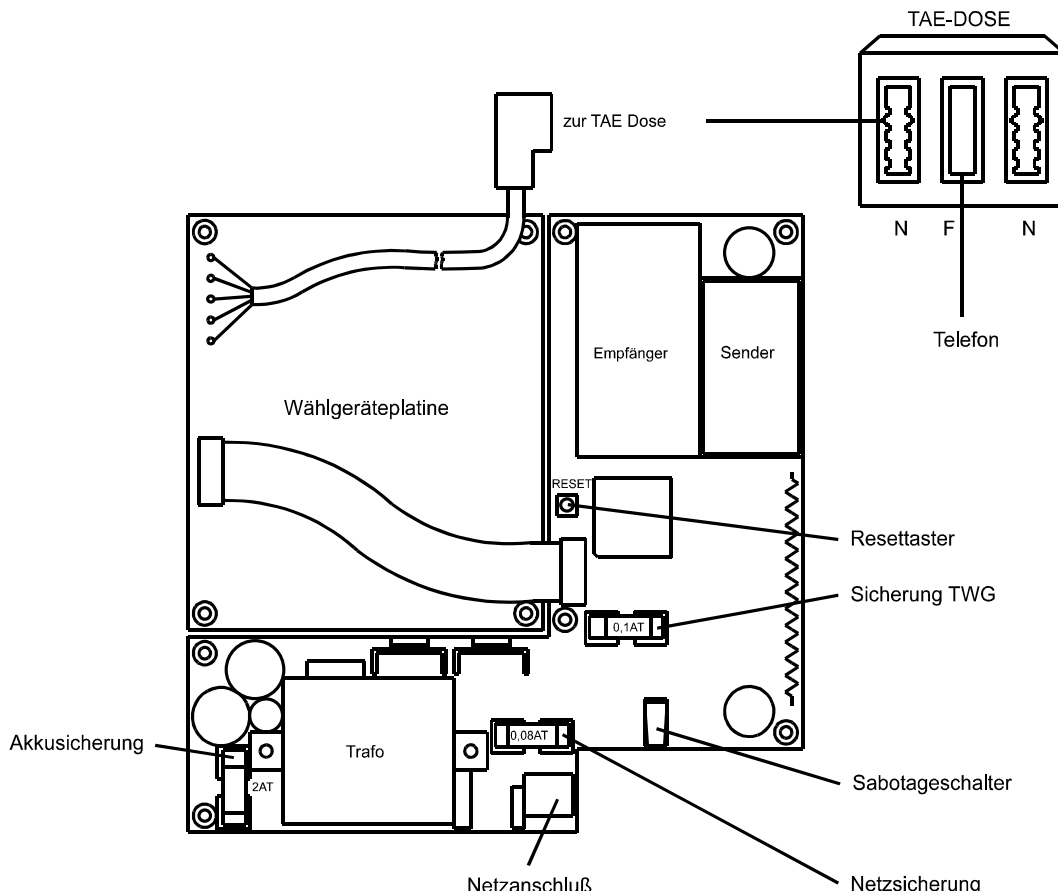

BILD 35: Anschlußbild des Funk-Telefonwählgerät AWUG
5. Verbindungskabel zur TAE-Dose in den linken Anschluß „N“ stecken (siehe hierzu Bild 35).